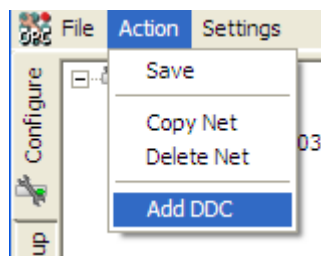

Bild 18 – Lägg till en DUC via Action-menyn.
- 2) Markera aktuellt nät i trädstrukturen och gå in i rullgardinsmenyn Action och välj alternativet "Add DDC", se Bild 18 för förtydligande.